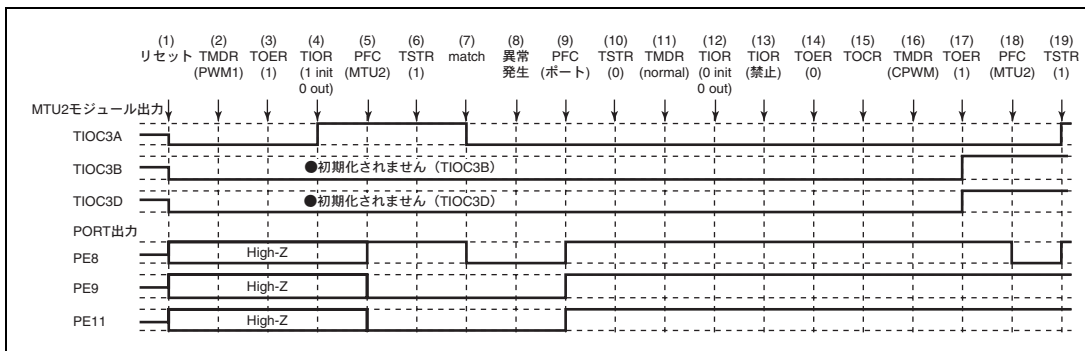

図 10.148 PWM モード 1 で異常が発生し、相補 PWM モードで復帰する場合
PWM モード 1 で異常が発生し、再設定後相補 PWM モードで再スタートする場合の説明図を図 10.148 に示します。
- (1) ~ (14) は図 10.148 と共通です。
- (15) TOCR でリセット同期 PWM の出力レベルと周期出力の許可禁止を選択してください。
- (16) リセット同期 PWM を設定します。
- (17) TOER でチャンネル 3、4 の出力を許可してください。
- (18) PFC で MTU2 出力としてください。
- (19) TSTR で再スタートします。